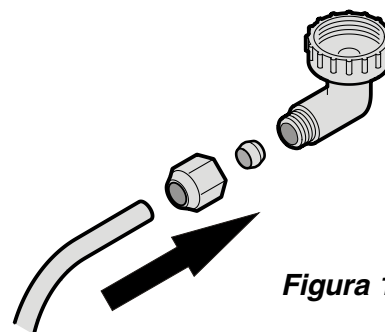

Figura 14
3. Conecte la línea de agua al adaptador del diámetro exterior (**Figura 14**).